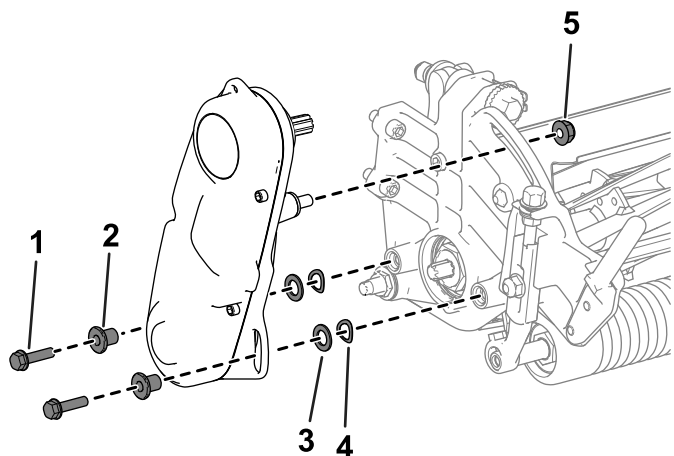

Figure 3
- A. Retirez les fixations qui maintiennent le système d'entraînement du cylindre sur la plaque latérale (Figure 3).
- B. Déposez le système d'entraînement du cylindre, les rondelles plates, les rondelles élastiques et les entretoises de la plaque latérale (Figure 3).